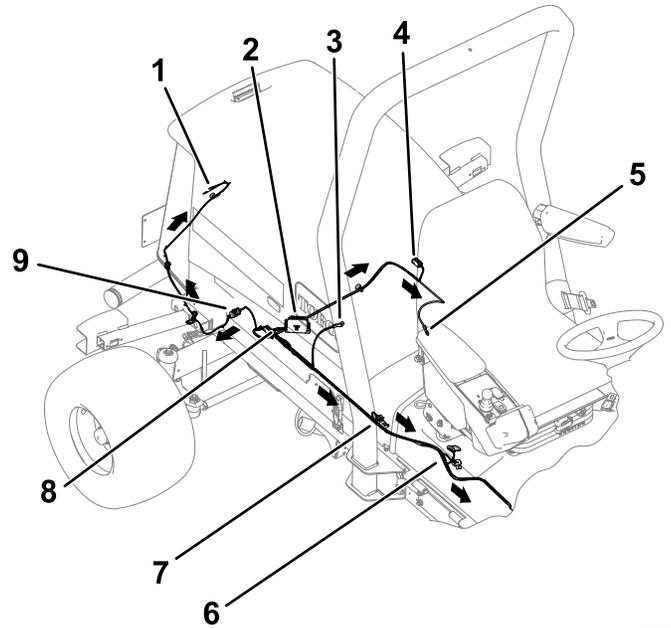

**Figura 16**
3. Utilizzate 2 bulloni flangiati (M6) e 2 dadi di bloccaggio (M6) per fissare il portafusibili al relativo supporto (Figura 16).